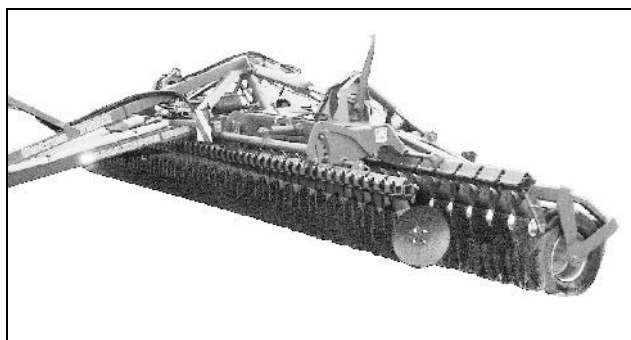

Fig. 21
- Redskabet hæves komplet ved vending på forager! (Fig. 21)